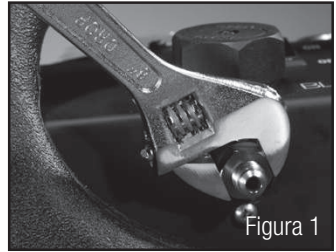

Figura 1
- Use una llave de cubo o de extremo cuadrado de 5/8" para aflojar el puerto de succión (Figura 1).